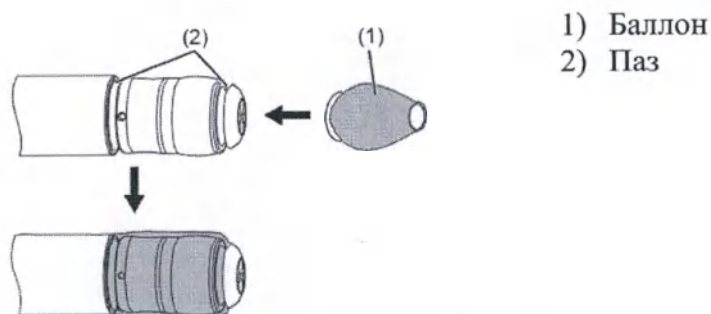

Рис. 7.64
- 2) Как показано на Рис. 7.64, медленно надвиньте баллон на дистальный конец эндоскопа.